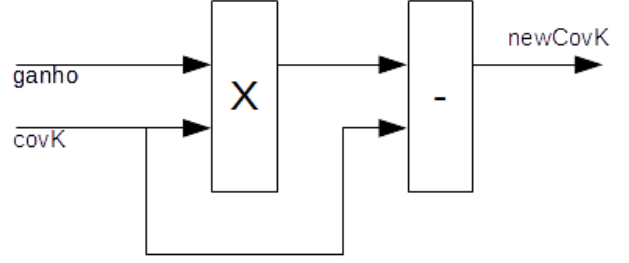

Figura 5. Diagrama com a arquitetura do cálculo da atualização da covariância.
4) *Arquitetura: Calculo Atualiza a Covariância:* A Figura 5 demonstra a arquitetura do componente responsável por calcular a atualização da covariância.